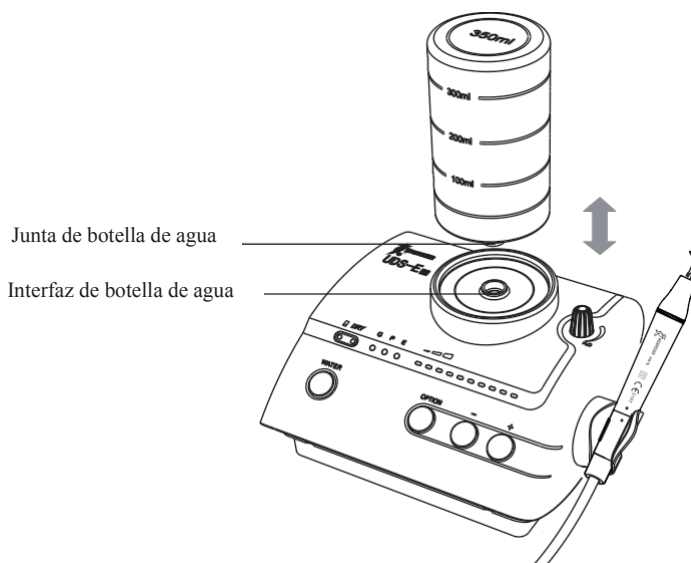

Figura 4
Instale la botella al revés en el conector con agua purificada adecuada (Ver Figura 4).
d) Coloque la botella con agua al revés, inserte la junta en la interfaz verticalmente (consulte la Figura 4).